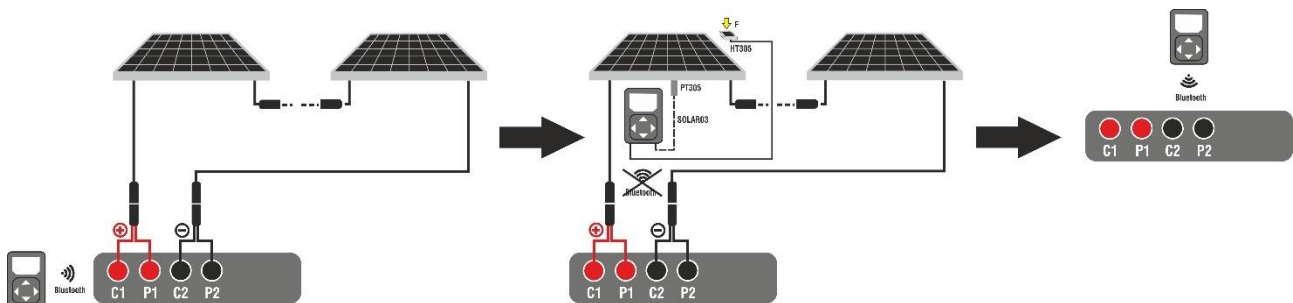
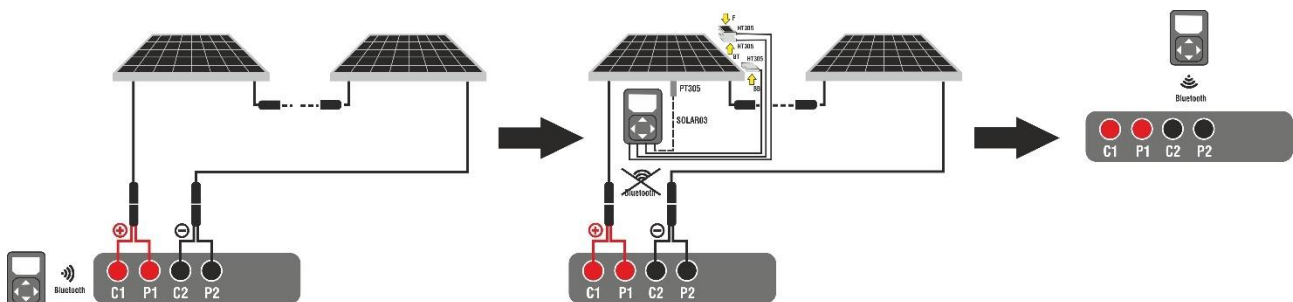

Fig. 47: Utilisation avec SOLAR03 en enregistrement synchrone sur modules Monoface
Fig. 48: Utilisation avec SOLAR03 en enregistrement synchrone sur modules Biface
2. Connectez l'instrument au module/chaîne testé comme indiqué sur la Fig. 47 (Modules Monoface) ou la Fig. 48 (Modules Biface). En particulier, connectez le pôle négatif sortant du module/string aux bornes **P2, C2** et le pôle positif sortant du module/chaîne aux bornes **P1, C1**
3. Rapprochez l'unité distante SOLAR03 de l'instrument comme indiqué sur la Fig. 47 ou la Fig. 48 – côté gauche
8. **Amener l'unité à distance à proximité des modules** et connecter les sondes d'irradiation/température (si nécessaire) comme indiqué dans la Fig. 47 ou la Fig. 48 – côté central. En particulier:
- **Dans le cas de modules Biface** →, placer les 3 cellules de référence **HT305** sur le plan avant du module (**F**), sur la partie arrière supérieure (**BT=BackTop**) et sur la partie arrière inférieure (**BB=BackBottom**) du module. Connecter la cellule de référence frontale (F) à l'entrée « **INP1** », la cellule de référence BT à l'entrée « **INP2** », la cellule de référence BB à l'entrée « **INP3** » et **éventuellement** la sonde de température **PT305** à l'entrée « **INP4** » de l'unité à distance. Conformément à la norme IEC/EN60904-1-2, l'instrument calcule la valeur de rayonnement frontal équivalente ( $Irr_{eq}$ ) qui correspond u rayonnement sur le seul plan frontal qui produit les mêmes effets que le rayonnement détecté sur les deux faces en tenant compte du **coefficient de Biface** ( $\phi$ ) du module selon la relation suivante :
18. **À la fin de la session d'essais**, débrancher l'unité distante SOLAR03, la ramener à proximité de l'instrument (voir la Fig. 47 ou la Fig. 48 – côté droit) et vérifiez la reconnexion automatique avec l'instrument